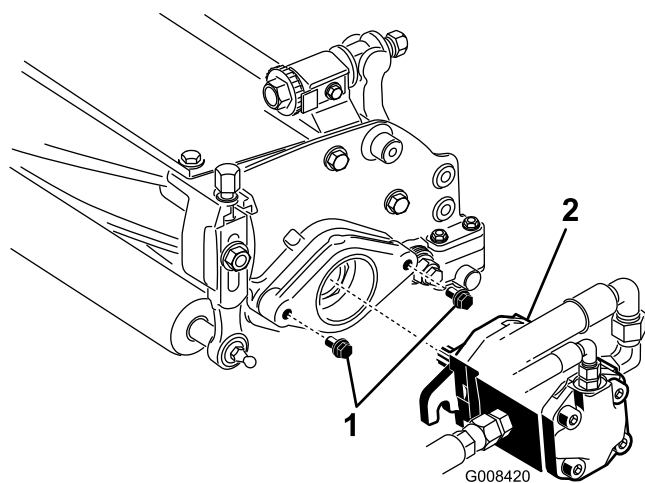

Figure 12
- Montez les vis de fixation du moteur d'entraînement des cylindres sur chaque plateau de coupe. Laissez dépasser approximativement 13 mm du filetage sur chaque vis de fixation (Figure 12).
10. Lubrifiez l'arbre cannelé de chaque moteur avec de la graisse propre, puis montez le moteur en le tournant dans le sens horaire de sorte que les brides dépassent les goujons. Tournez le moteur dans le sens horaire jusqu'à ce que les brides encerclent les goujons (Figure 12).
11. Resserrez les boulons de fixation (Figure 12).